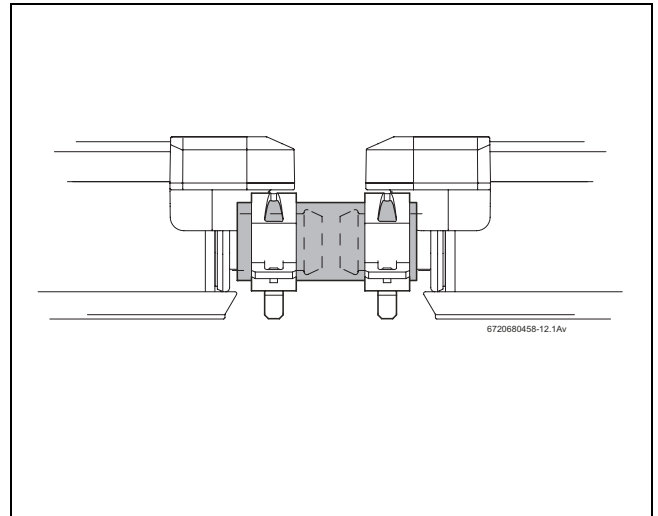

Fig. 42 Tubo solar con abrazaderas montadas
- ▶ Asegure cada tubo solar a la conexión del colector con una abrazadera (Fig. 42).